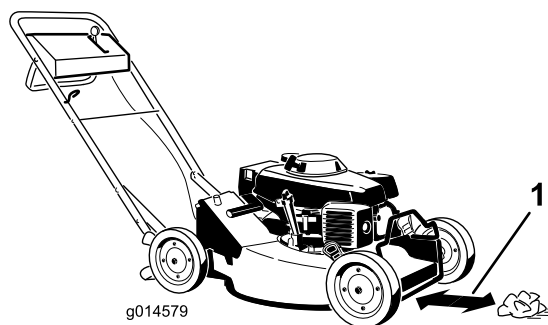

Figura 18
6. Coloque la bola de papel de periódico a unos 12.7 cm por delante del cortacésped (Figura 18).
- A. Coloque la bola de papel de periódico a unos 12.7 cm (5 pulg.) por delante del cortacésped (Figura 18).